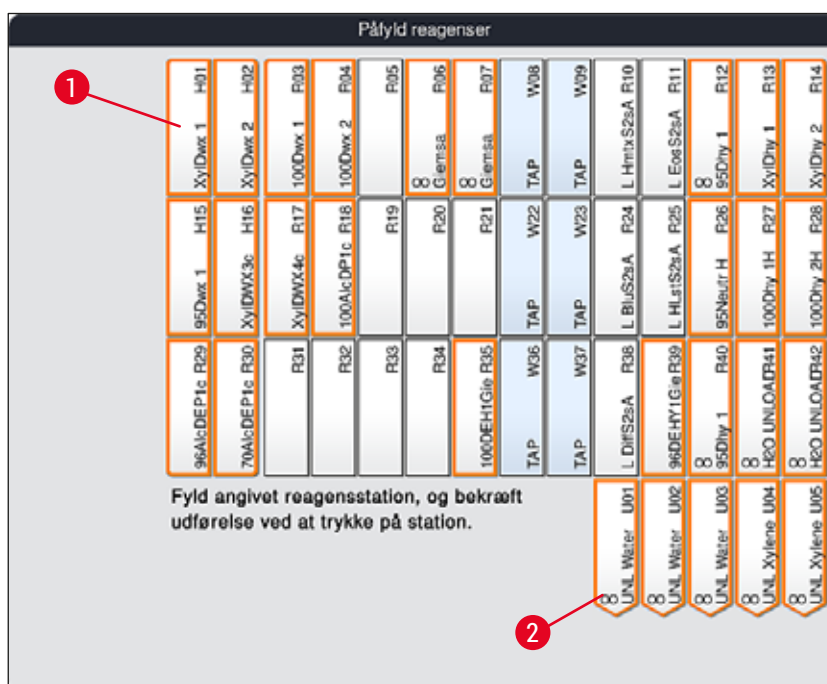

Fig. 56
- I det nye vindue **Påfyld reagenser** (→ "Fig. 56") er de stationer, som skal fyldes, markeret med orange (→ "Fig. 56-1").
Kun brugerdefinerede og tilføjede reagenser fra Leica-farvningsprogrammer vises med orange markering (→ "Fig. 56"). Derefter scannes reagenserne fra Leica-reagenssættet (→ S. 79 – Påfyldning af Leica-reagenssætreagenser).